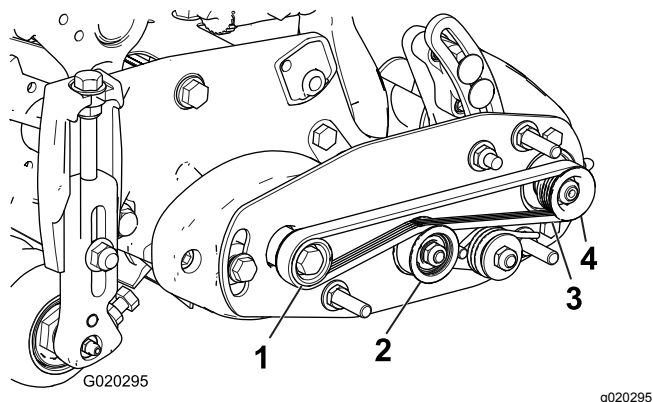
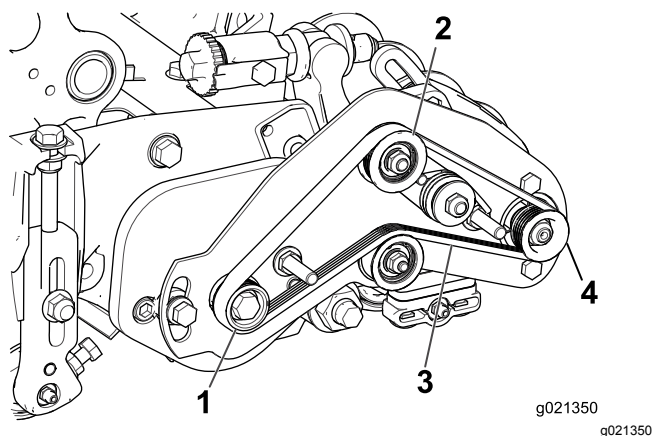

Figura 21
Figura 22
- Passe a correia em redor da polia da **transmissão** e, em seguida, sobre a parte superior da polia intermédia (**Figura 21** e **Figura 22**).
- Instale a correia na polia da **transmissão** (**Figura 21** e **Figura 22**).